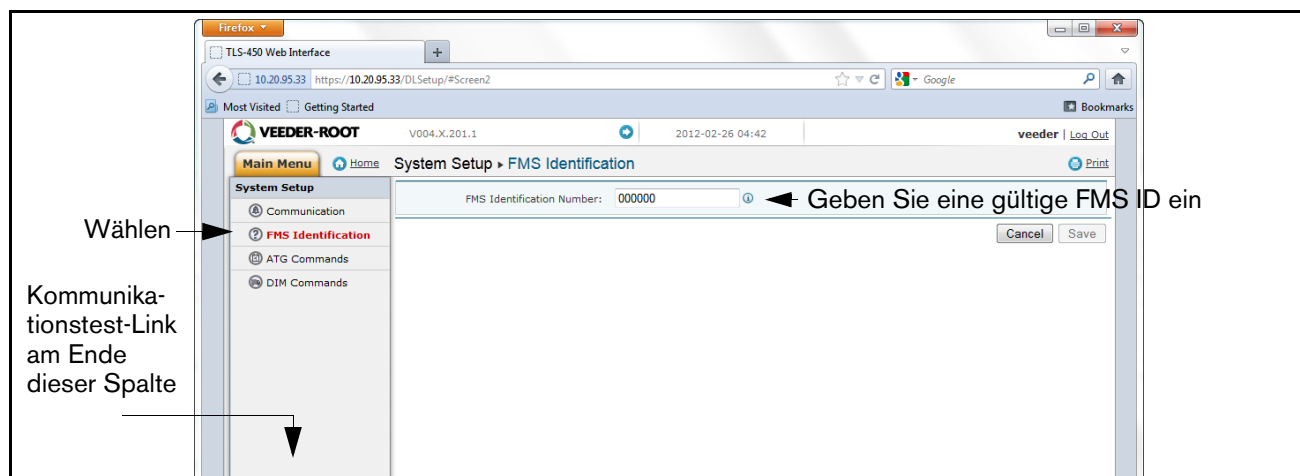

Abbildung A-14. Beispiel für eine FMS ID-Eingabe
16. Wählen Sie den Bildschirm "FMS Identification" und geben Sie anschließend die sechsstellige FMS-Standort-Identifikationsnummer ein. Klicken Sie anschließend auf die Schaltfläche "Save" (siehe Abbildung A-14.).